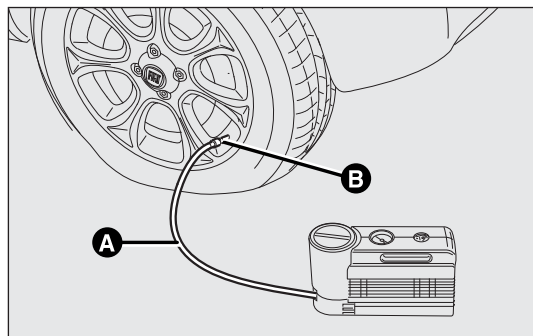

fig. 158
- Azionare il freno a mano. Svitare il cappuccio dalla valvola del pneumatico, estrarre il tubo trasparente di riempimento A-fig. 158 ed avvitare la ghiera B sulla valvola del pneumatico;